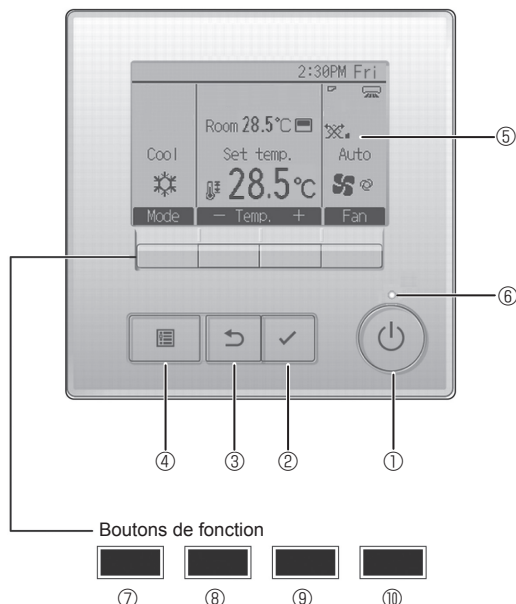

Fig. 7-2
7.3.1. Utilisation de la télécommande filaire (Fig. 7-2)
① Bouton [MARCHÉ/ARRÊT]